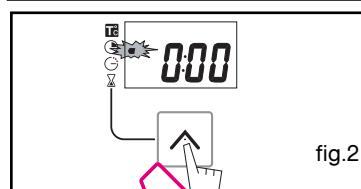

fig.2
Bijvoorbeeld: stand  , temperatuur 210° (fig.2).
De weergave knippert op 000 om aan te geven dat instellen dan mogelijk is. (fig. 2).
Bijvoorbeeld: einde bakduur om 13u (fig.2).
- Druk op de toets " ^ " om te bevestigen of enkele seconden wachten (fig.2).